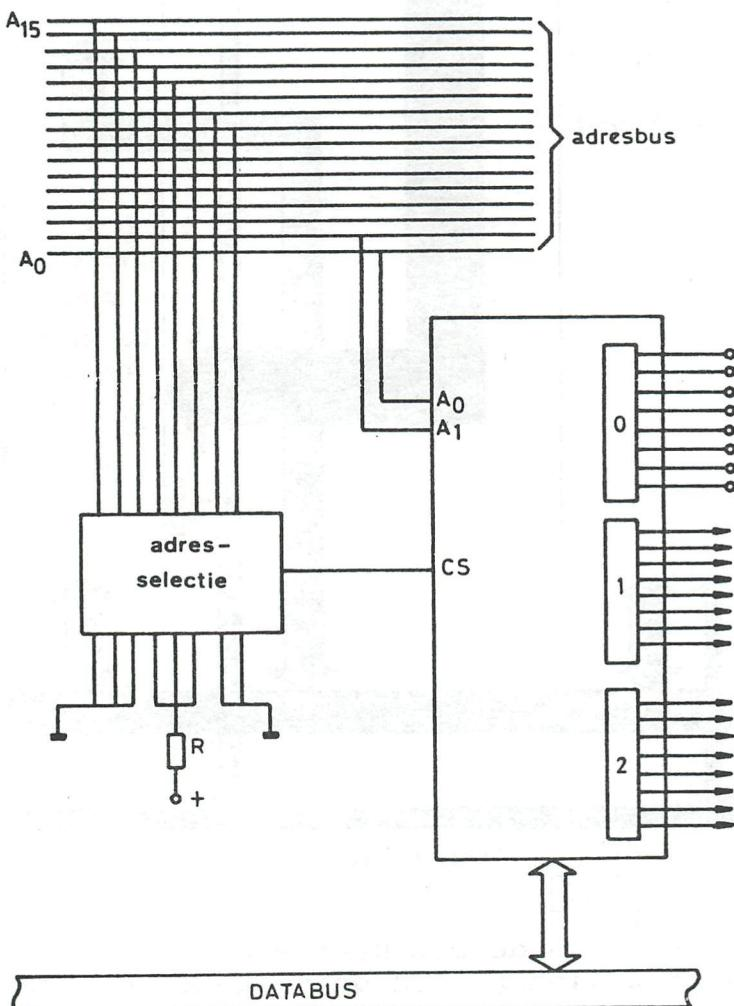

fig.3
In fig. 3 is weergegeven hoe we een I/O-module als geheugenbouwsteen kunnen opnemen.
De I/O-module in fig. 3 bestaat uit 2 output-poorten en 1 input-poort. Voor de selectie van deze poorten zijn 3 ingangen aanwezig: 2 adres-ingangen en 1 chip-select (CS)-ingang. Wanneer we nl. de chip (de I/O-module) hebben geselecteerd, moeten we alleen nog 1 van de poorten binnen die chip adresseren. Dit kan m.b.v. 2 bits. Hiermee zijn immers 4 combinaties mogelijk, nl.  $00_2 = 0$ ;  $01_2 = 1$ ;  $10_2 = 2$  en  $11_2 = 3$ .
Vraag 2: In fig. 3 worden de 8 hoogste adresbits vergeleken met  $00111100_2 / 00011100_2$ .
In fig. 3 is dit de waarde  $00011100_2 = 1C_{16}$ .
Vraag 3: De adressen van de 3 poorten in fig. 3 zijn:
De adressen van de 3 poorten in fig. 3 zijn dus  $1C00_{16}$ ,  $1C01_{16}$  en  $1C02_{16}$ .
We zien nu meteen een groot nadeel opdoemen van memory mapped I/O. De I/O-module in fig. 3 neemt nl. een veel groter adresbereik in beslag dan de 3 adressen die voor de poorten nodig zijn.
Is het benutten van alle geheugencapaciteit wel nodig, dan moeten we werken met grotere comparators. In fig. 3 zullen we dan de adresbits  $A_7$  t/m  $A_2$  ook moeten vergelijken met een vooraf ingestelde waarde.